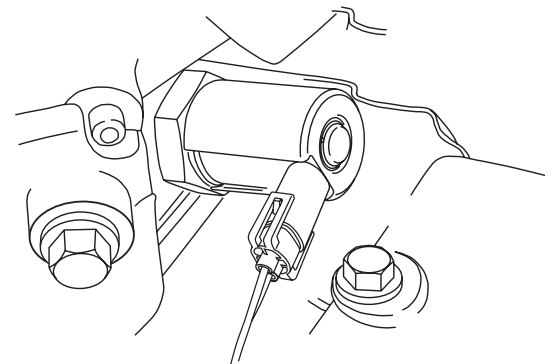

Figure 1
6. Débranchez le faisceau de fils de l'IPR (régulateur de pression de l'injection). Branchez le contrôleur OTC n° 6764 IPR directement sur l'IPR. Trouvez le meilleur point d'accès pour la connexion, en fonction de l'année du modèle de votre véhicule. Tournez le corps de la soupape IPR si nécessaire. Voir la figure 1.